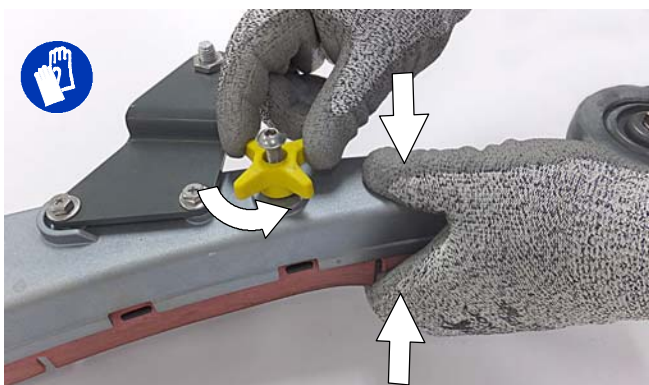

ABB. 131
2. Lösen Sie die zwei äußeren Knöpfe an der Abstreifleisten-Einheit. Dadurch wird die gefederte Gummihalierung vom Abstreifleistenrahmen getrennt (Abbildung 131). Um die Knöpfe schnell zu lösen, drücken Sie die Gummihalierung und den Abstreifleistenrahmen zusammen.